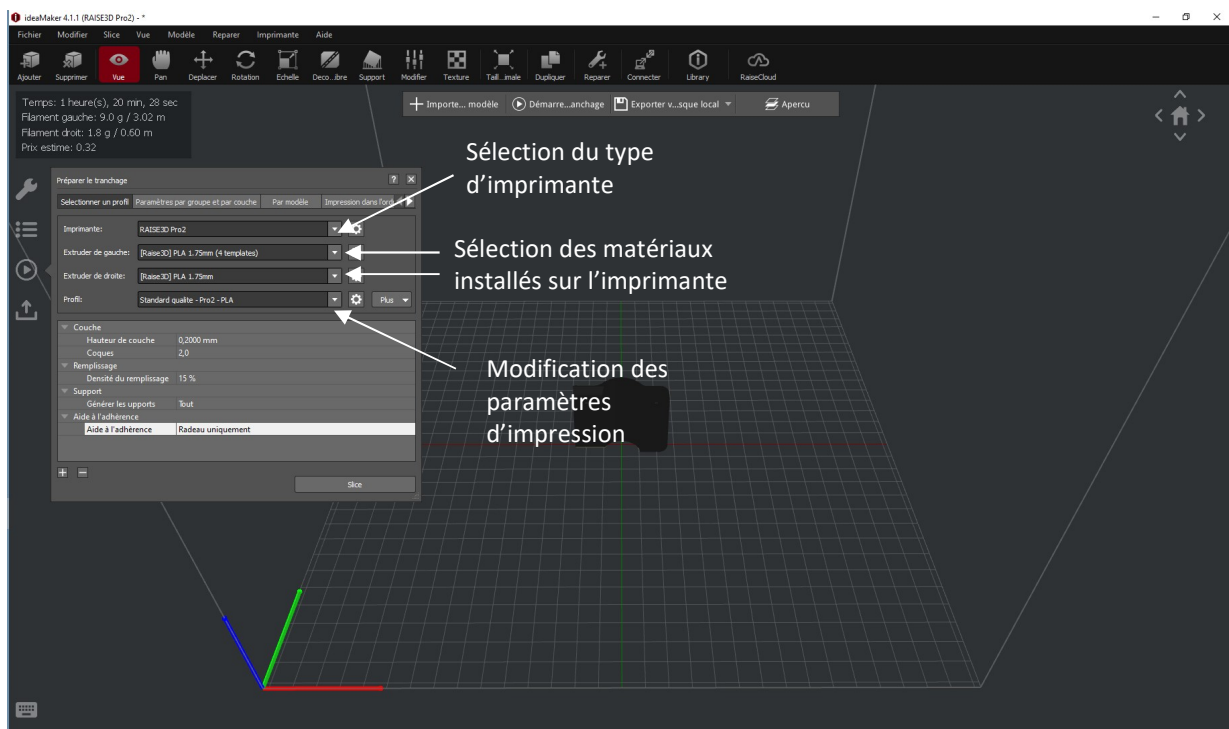

Figure 3 Sélection des paramètres de tranchage
- Sélectionner le type d'*Aide à l'adhérence* dans les paramètres de préparation du tranchage (cf. Figure 3). Si la pièce est de petites dimensions ou ne possède pas de surface plane importante, sélectionner l'aide *Radeau uniquement* ainsi une couche de matière est ajoutée entre la pièce et le plateau pour favoriser l'adhérence. Dans le cas contraire, il est possible de n'ajouter aucune aide.